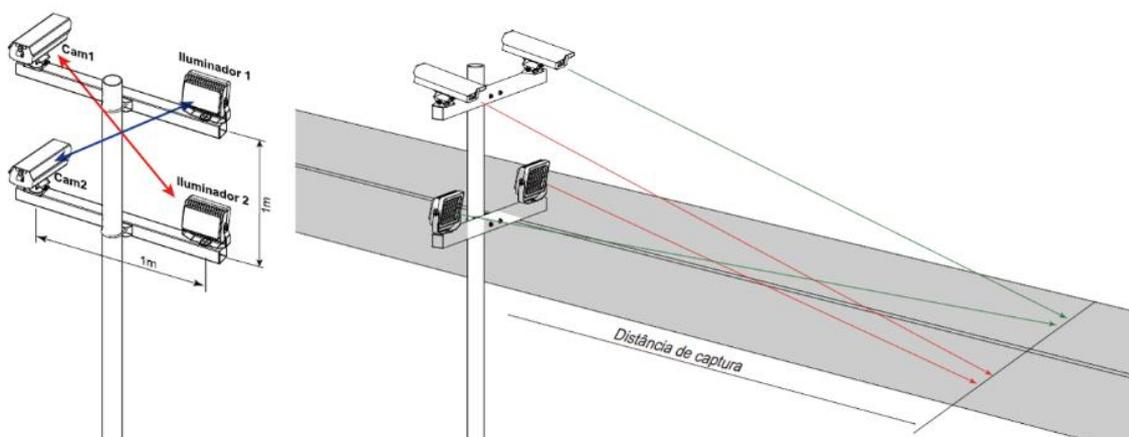

Figura 04 – Posicionamento lateral da pista
- **Posicionamento na lateral da pista (figura 04):**